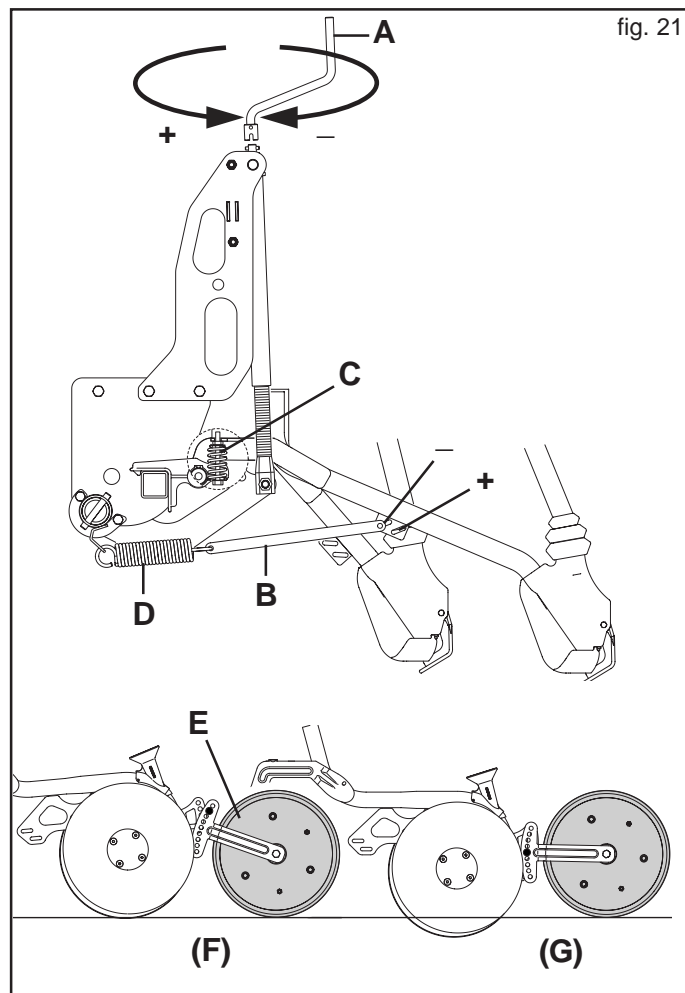
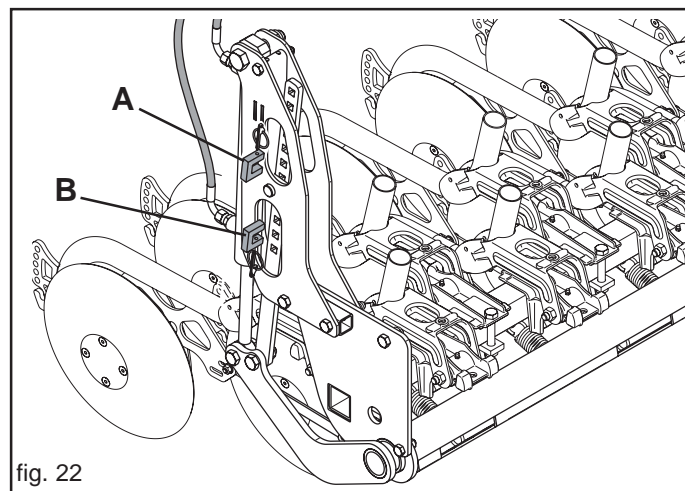

fig. 21
fig. 22
La profondeur d'ensemencement est réglée en même temps pour tous les rayonneurs moyennant une manivelle (A, Fig. 21) qui permet, si tournée dans le sens inverse des aiguilles d'une montre, d'exercer grâce à des ressorts de traction une pression supérieure des rayonneurs sur le terrain et de conséquence une chute plus profonde de la semence.
On peut ultérieurement régler la pression, séparément, en changeant la position de la tringle (B Fig. 21).
Seulement avec socs à sabot il y a un ressort (C, Fig. 21), que permis de mettre au zéro le poids de chacun élément à ressort (D) complètement déchargé. Dans cette situation il est possible effectuer ensemencements superficiels.
Avec sols à disque il est possible monter postérieurement un rouet en chaoutchouc (E, Fig. 21), qui permis de contrôler la profondeur d'ensemencement. Grâce à une série de trous, il est possible régler la même profondeur d'ensemencement pour tous les éléments-socs (Fig. 21).
Sur demande, le semoir peut être équipé de réglage hydraulique de la pression des socs (Fig. 22). Ce dispositif est monté à la place de la vis de réglage manuel (Fig. 21) et il est raccordé moyennant les tubes hydrauliques au distributeur (double effet) du tracteur. Pour actionner ce dispositif, agir sur le levier de distribution du tracteur.
Les blocs (A-B, Fig. 22) déterminent respectivement la pression maximale et minimale qu'il est possible d'exercer sur les socs servant de fin de course au cylindre oléodynamique.